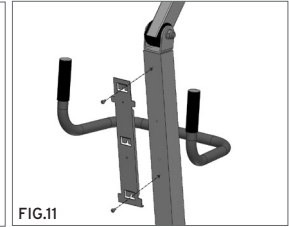

FIG.11
2. Fissare la staffa di supporto della centralina alla colonna con le viti in dotazione utilizzando i fori predisposti. (Fig.11)